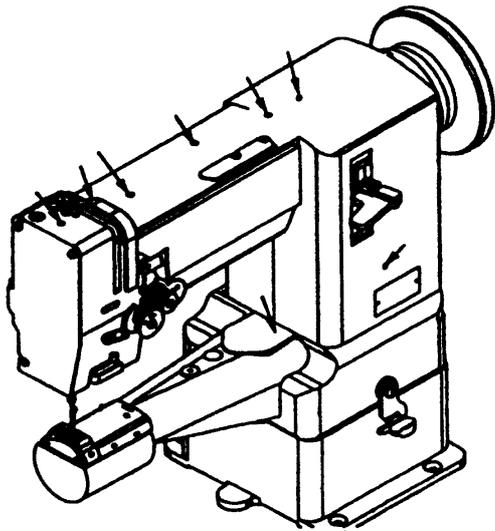
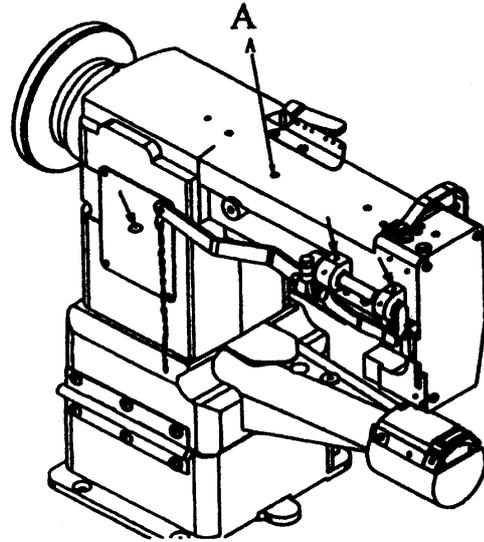
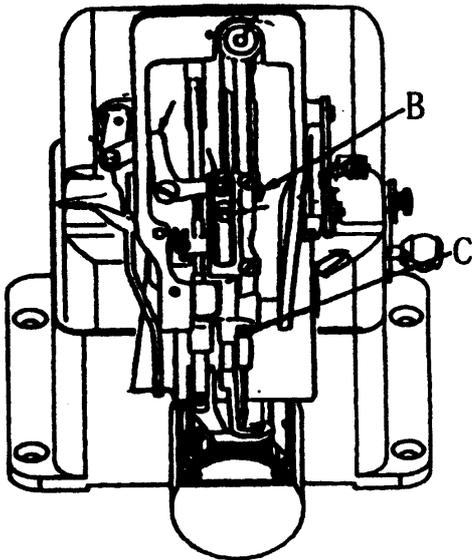
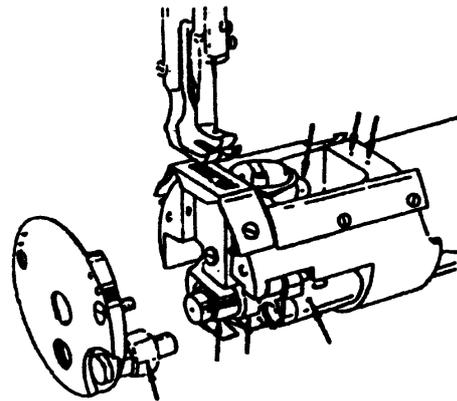

Fig.1
Fig.2
Fig.3
Fig.4
11. Réglage de la pression du pied presseur : (Fig.2) _____	- 6 -
(3) Lubrification (Fig 1, Fig 2, Fig 3, Fig 4)
11. Réglage de la pression du pied presseur : (Fig.2)
La pression du pied presseur peut être réglée en tournant la vis de réglage de pression (Fig. 2 A)
Lorsque la barre aiguilles est à sa position la plus haute, normalement la distance entre la surface de la plaque aiguille et le haut du chas de l'aiguille est de 22,3 mm. Vous pouvez le régler à sa position basse, dans ce cas, normalement la distance entre la surface de la plaque aiguille et le haut du chas est de 11 mm. Pour effectuer le réglage, dévisser la vis (B Fig. 3), et monter ou descendre la barre aiguille comme souhaitée, puis resserrer la vis.